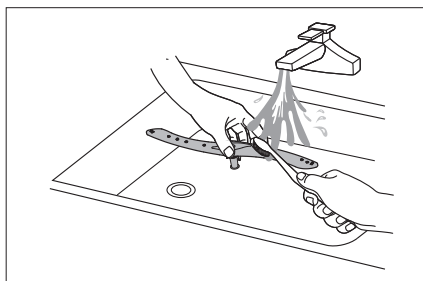

Abb. 23
- Reinigen Sie den Sprüharm (1) unter fließendem Wasser und prüfen Sie, dass die Öffnungen nicht verstopft sind (siehe **Abb. 23**). Setzen Sie ihn danach wieder ein.